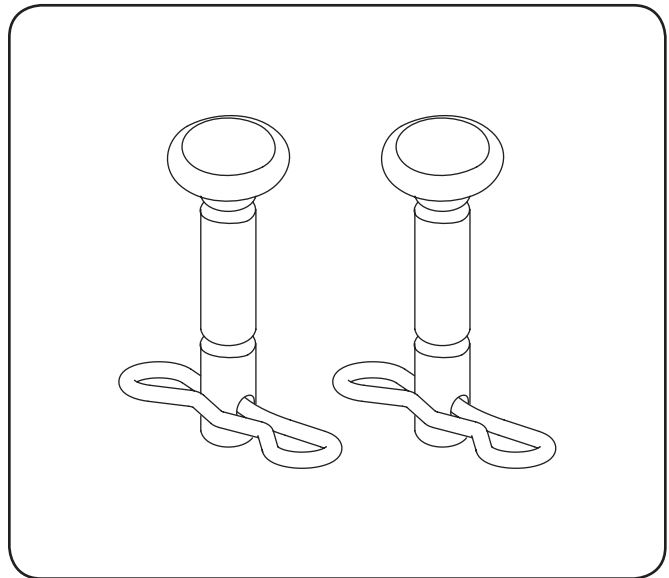

**Figura 3-8**
2. Apriete la perilla de aletas del canal superior asegurándose de que el perno del carro del interior del canal de descarga esté ubicado correctamente. Consulte la Figura 3-8.
3. Para ajustar la dirección en la que se arrojará la nieve, use la manija del canal de descarga superior para controlar la dirección de la descarga. Vuelva a consultar la Figura 3-8.